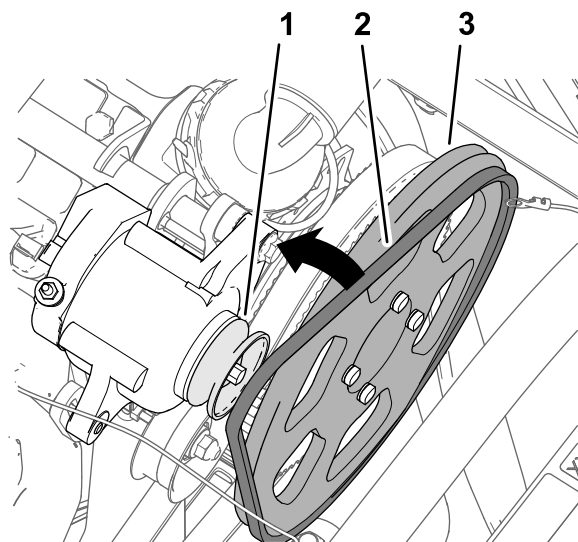

Bild 182
3. Verlegen Sie den Keilriemen über die Antriebsscheibe (279 mm) und die Riemenscheibe der Lichtmaschine (Bild 182).